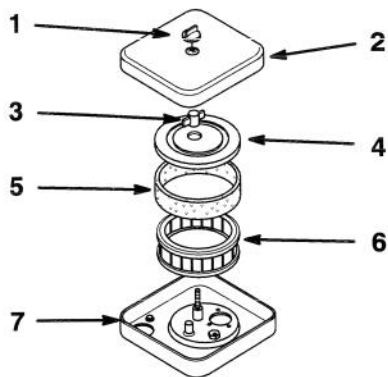

Figure 15
3. Nettoyer les abords du filtre à air pour éviter d'introduire dans le moteur des impuretés qui pourraient l'endommager. Retirer le bouton et le couvercle du filtre à air (Fig. 15).
4. Dévisser l'écrou et déposer le couvercle et les éléments en mousse et en papier (Fig. 15).
5. Faire glisser délicatement l'élément en mousse pour le retirer de l'élément en papier (Fig. 15).
1. Glisser délicatement l'élément de filtre en mousse sur l'élément en papier (Fig. 15).
2. Placer les éléments dans la base du filtre à air. Insérer le couvercle sur la tige, et le fixer à l'aide de l'écrou (Fig. 15).
3. Poser le couvercle du filtre à air et le fixer à l'aide de l'écrou papillon (Fig. 15).